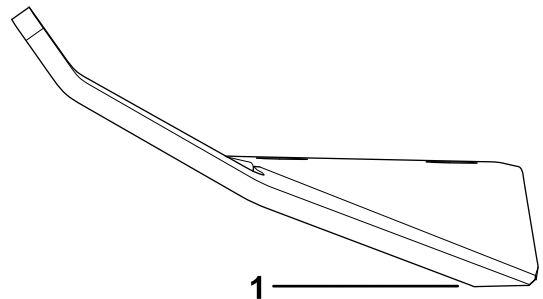

Figura 108
1. Utilice una lima u otra herramienta de afilado para afilar el filo de corte en ambos extremos del conjunto de cuchillas (Figura 108).
Nota: Si el conjunto de cuchillas no está equilibrado, rebaje algo el metal en el extremo más pesado de la vela solamente (Figura 108).